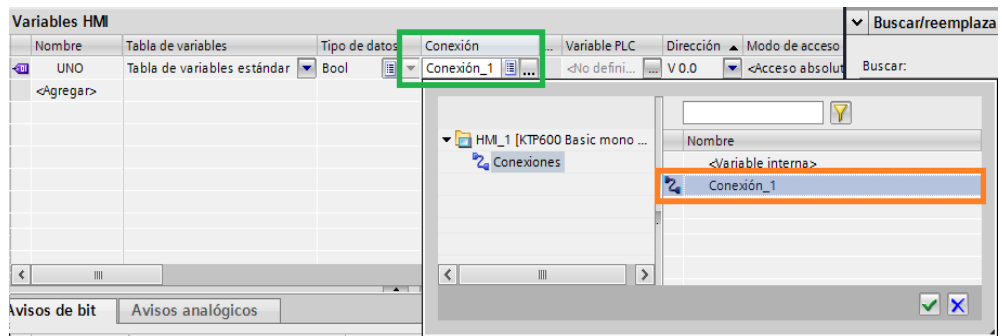

Figura 138: Selección de conexión.
- En dirección Figura 138, como lo muestra en el cuadro naranja y en el “Indicador del operando” seleccionar la “V”. Damos clic en el visto.